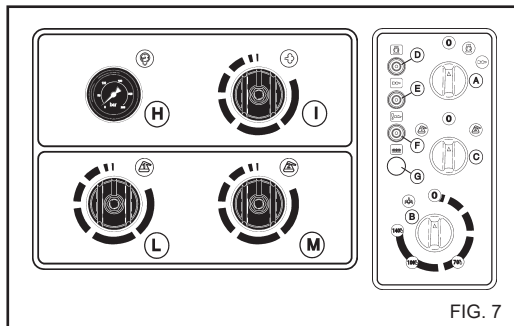

FIG. 7
Käännä termostaatin nuppi "B" (fig. 7) höyryasentoon, kun haluat korottaa syötettävän veden lämpötilaa.
Kun lopetat "höyryvaiheen" käyttämisen, käännä termostaatin nuppi "B" asentoon "0" (fig. 7) ja anna laitteen jäähtyä noin 3 minuutin ajan pistooli päällä.
2) Käynnistä painepesuri, valitse käytettävä tuote "1" tai "2" valitsinta C (fig.7) käyttämällä ja aukaise pesuainediin annosteluhana L (tuotteelle nro. "1") tai annosteluhana M (tuotteelle nro. "2") (fig.7) kääntämällä nuppia vastapäivään. Levitä ainetta pestävälle pinnalle alhaalta ylöspäin. Anna vaikuttaa muutaman minuutin ajan.
3) Aseta pesuainediin valitsin C (fig.7) asentoon "0". Sulje annosteluhanat kääntämällä nuppeja myötäpäivään.